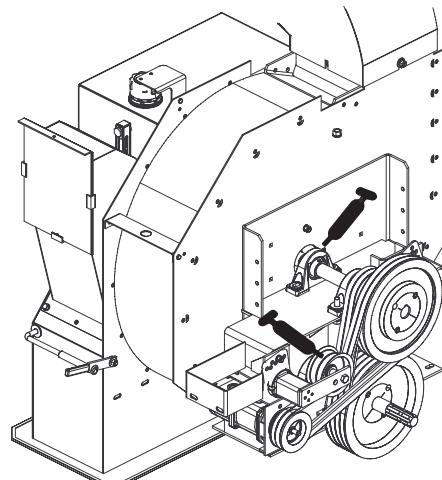

Bild 13
Die Gebläseradwelle und die Eingangswelle haben zwei (2) Lager (Bild 13), die nach jeweils 8 Betriebsstunden mit Nr. 2 Schmiermittel auf Lithumbasis eingeschmiert werden müssen.